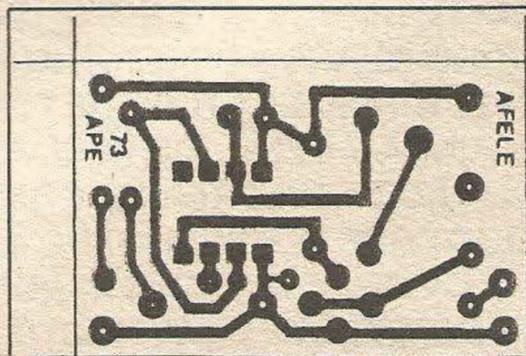

Fig. 2
- FIG. 2 - LAY OUT DO CIRCUITO IMPRESSO ESPECÍFICO - Pequena e simples, a plaquinha de impresso para o AFELE é de muito fácil cópia e realização... O diagrama está em escala 1:1, portanto basta decalcar (com carbono) sobre a face cobreada de um pedaço de fenolite nas indicadas dimensões, procedendo em seguida as outras fases da